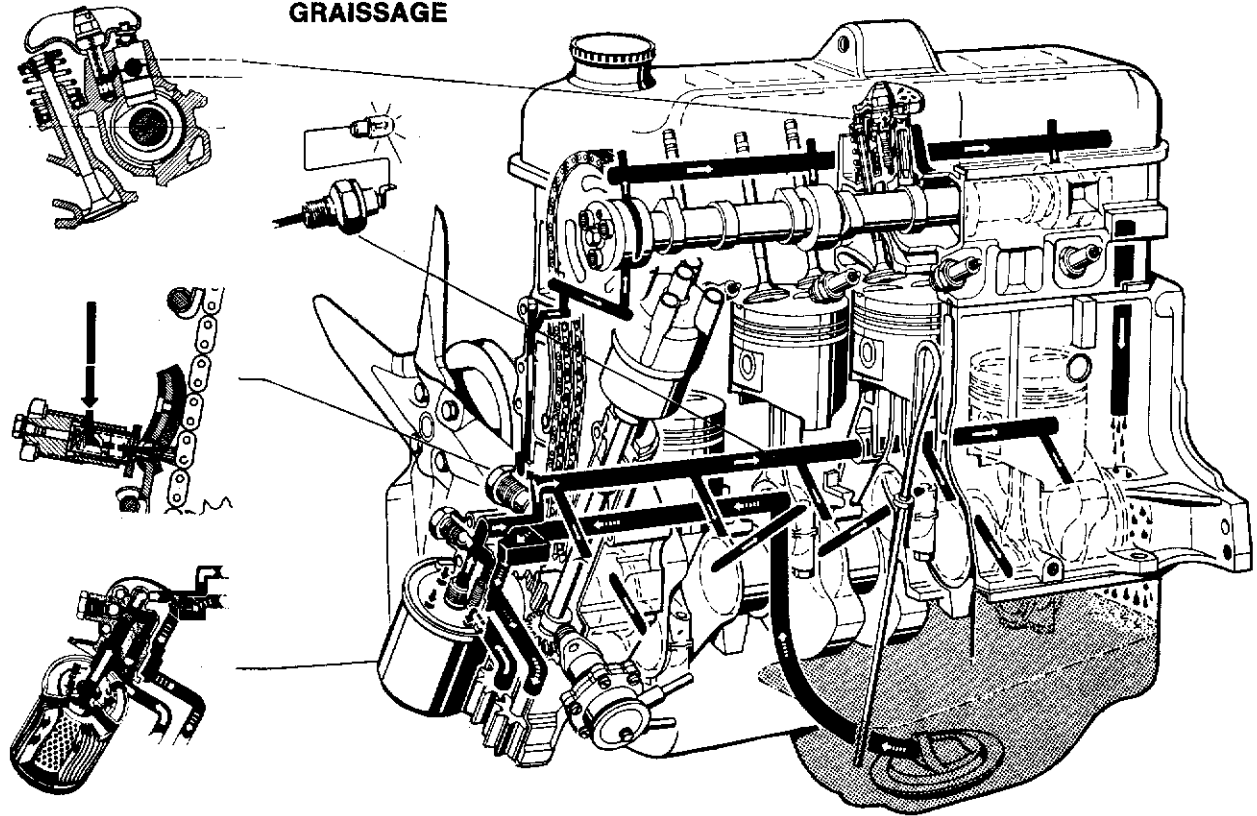

Fig. 13. — Bague de montage du joint d'étanchéité du palier arrière
- Installer la bague d'étanchéité du palier arrière au moyen de l'outil Opel S 1296 (bague conique et plateau d'emmanchement) (fig. 13). Placer le joint sur la bague conique, emmancher le tout sur le vilebrequin dans le palier arrière, retirer la bague conique et enfoncer le joint avec le plateau.